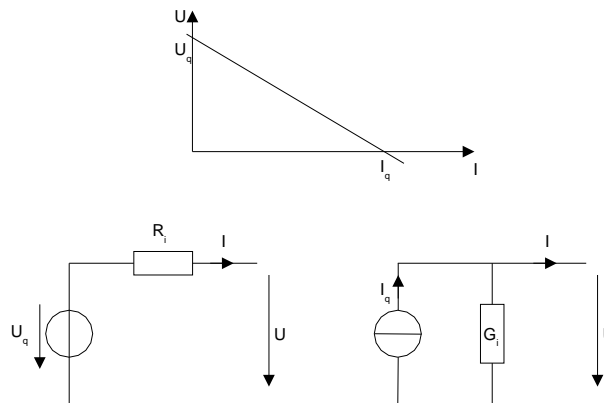

Abbildung 1: Quellenumwandlung
Umwandlung: siehe Abb. 1
**Spannungsquelle (Abb. 1 links):**
**Stromquelle: (Abb. 1 rechts):**